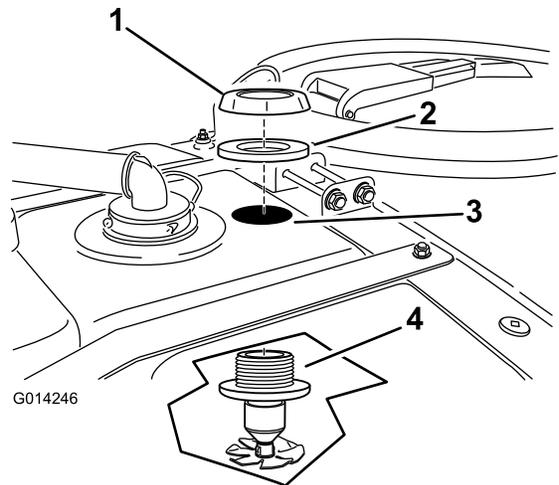

図 15
2. 先ほどあけた穴の下から上へ、ノズル・アセンブリを通す (図 15)。
3. タンク上部のバルクヘッドのねじ山に、ガスケットと、プラスチック製フランジ・ナットを取り付ける (図 15)。タンク表面とプラスチック製ナットの間が完全にシールされていることを確認する。